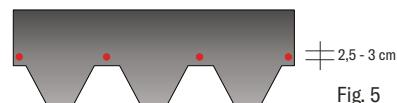

Fig. 5
- Se fixează General Shingle cu 4 cuie pe placă urmărind strict indicațiile din Fig. 5;